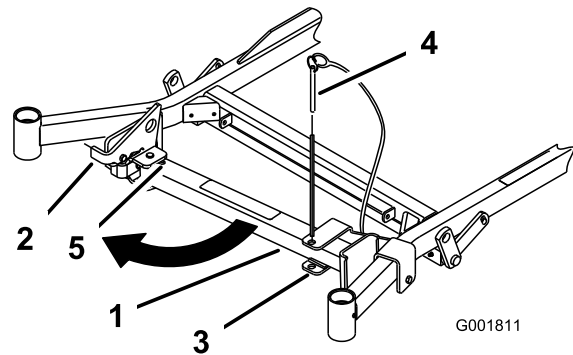
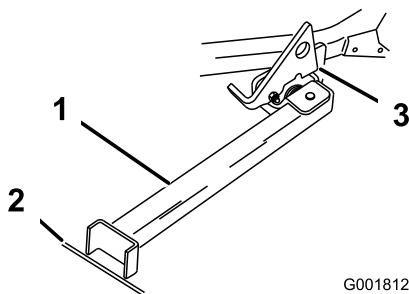

Figure 24
Figure 25
2. Retirez la goupille du support (Figure 24).
3. Soulevez le verrou. Dépliez le pied du support et poussez le support vers la machine dans la base de la fente (Figure 24 et Figure 25).
4. Posez le pied du support sur le sol et appuyez le verrou sur la languette de pivot (Figure 25).
**Remarque:** Pour obtenir de meilleurs résultats, placez le pied du support dans des fissures du trottoir ou du gazon (Figure 25).
6. Montez la machine sur le support. Arrêtez-vous quand le verrou retombe sur la languette en position verrouillée (Figure 25). Une fois la machine en place sur le support, serrez le frein de stationnement et coupez le moteur.
5. Ramenez le support à sa position de repos (Figure 24).